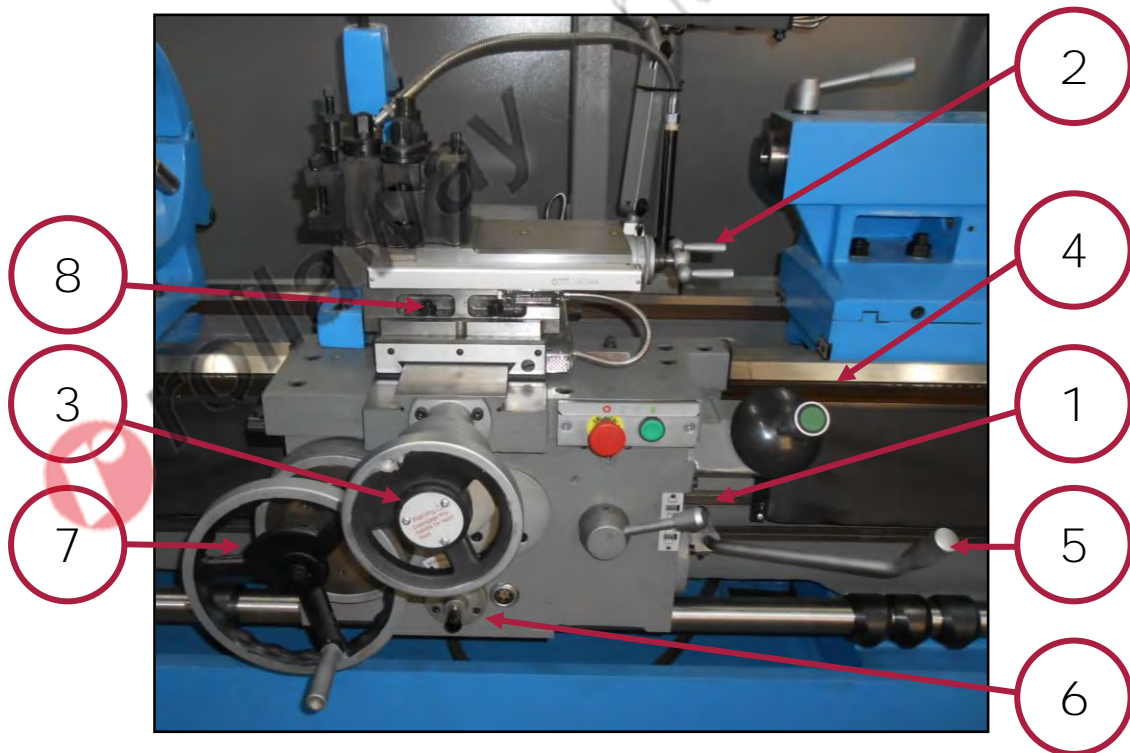

Figura 25 – Leve e volantini del carrello.
Sul carrello porta utensile vi sono otto comandi manuali (leve, volantini e bulloni) che ne consentono la regolazione fine e l'avanzamento (vedere la Figura 25).
(1) Manopola e leva avanzamento per filettatura: Vedere il paragrafo 9.2.3.
(2) Volantino spostamento longitudinale torretta: Il volantino permette lo spostamento longitudinale, avanti e indietro, della slitta porta utensile in modo fine. Per spostare avanti la slitta (verso il mandrino), ruotare il volantino in senso orario, viceversa per spostare indietro la slitta (verso la contropunta), ruotare il volantino in senso antiorario.
(3) Volantino spostamento trasversale slitta porta utensile: Il volantino permette lo spostamento trasversale, che attraversa il centro del pezzo con la slitta porta utensile in modo fine. Per spostare **la slitta (verso l'operatore)**, ruotare il volantino in senso antiorario, viceversa per spostare a destra la slitta (verso il centro), ruotare il volantino in senso orario.
(4) leva di inserimento della movimentazione automatica e spostamento rapido del carrello porta utensile: la leva **permette l'inserimento della movimentazione** automatica del carrello porta utensile. Come prima cosa estrarre i volantini di movimentazione (rif. 3 e 7 in Figura 25) in maniera tale da inserire gli ingranaggi per la movimentazione automatica. **Attraverso la leva selezionare la direzione di spostamento, verso sinistra per l'avvicinamento al mandrino, verso destra per l'allontanamento dal mandrino dell'utensile. Per gli spostamenti trasversali portare verso l'alto per muovere il carrello utensile in direzione del riparo porta trucioli e verso il basso per portarlo verso l'operatore.** Tale leva permette inoltre **l'avanzamento rapido** del carrello. Una volta selezionato il verso di movimentazione (come per l'avanzamento automatico) premere il **pulsante verde presente per l'attivazione dello spostamento rapido**. Durante l'avanzamento rapido i volantini rimangono fermi.
(5) Leva di avviamento e di selezione del senso di rotazione del mandrino: La leva **seleziona l'avviamento ed il verso** di rotazione del mandrino e degli altri organi di movimentazione. Spostare la leva in basso per far ruotare il mandrino in senso orario, spostare la leva in alto per far ruotare il mandrino in senso antiorario. La posizione centrale **"0"**, mette in folle il mandrino.